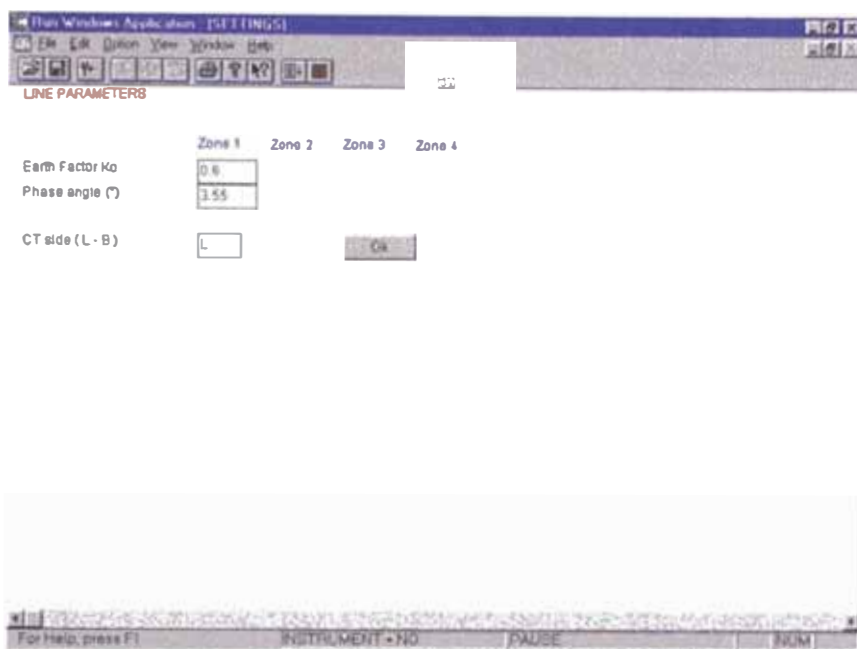

Figura IV.24
- Luego vienen las páginas de los parámetros de pruebas donde uno definirá los parámetros generales de prueba, los parámetros de línea (Figura IV.24), el tipo de falla (esta parte es igual que el ZTEST), etc.